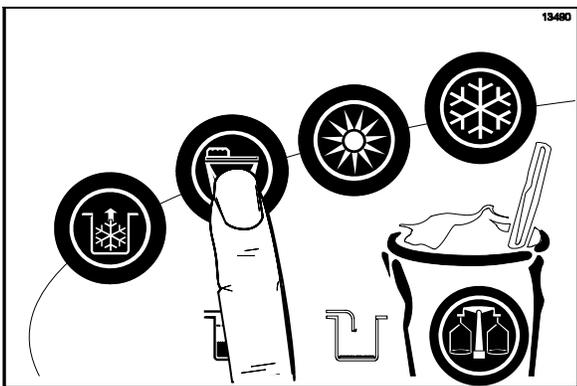

図100
2. ドアスパウト下にバケツを置き、WASH キーを押します(図100を参照)。